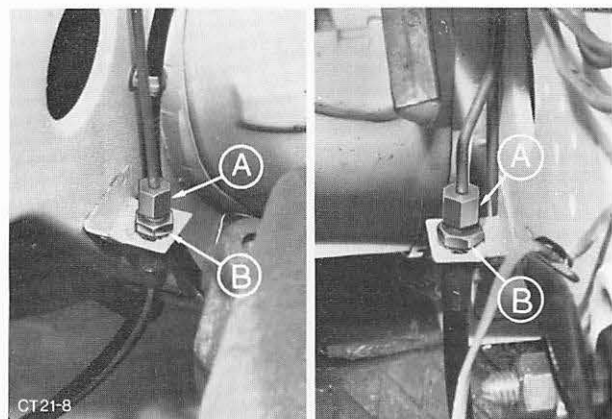

Abb. 276 Bremsleitungen und Bremsschläuche am Längsträger abbauen
4. Bremsleitungen und Bremsschläuche von den Haltern am rechten und linken Längsträger abschrauben, Abb. 276.